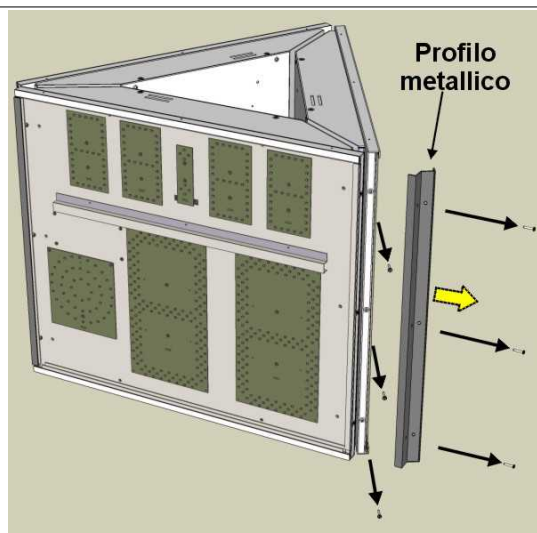

Fig. 15: Rimozione dei profili metallici laterali
2. Con un cacciavite a croce, dal modulo dove è presente la scheda da sostituire, rimuovere entrambe i due profili metallici laterali di unione dei moduli svitandone le viti di fissaggio (Fig. 15).